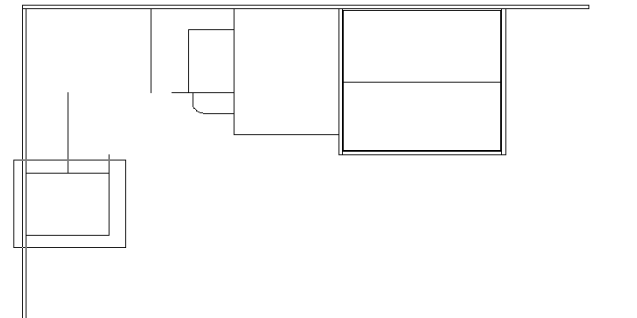

Рис. 4.41 ▼ Использование инструмента **Окно зумирования** (Zoom Window) для увеличения фрагмента чертежа в районе малой тумбы
4. Щелкните на кнопке  **Окно зумирования** (Zoom Window) панели инструментов **Standard** (если нужно, выберите эту кнопку на плавающей панели, как рассказывалось в главе 1) или просто введите в командной строке **по** (Z) для включения режима рамки масштабирования.
5. Охватите рамкой масштабирования контур малой тумбы, как показано на рис. 4.41.